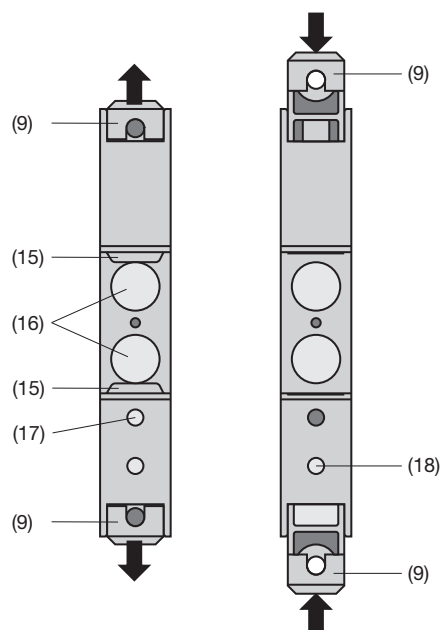

Bild 8. Geräteboden.
Sodann die Befestigungslaschen (9) des Trennschaltverstärkers herausziehen (Bild 8, links). Dabei die Entriegelung (17) in den Geräteboden drücken.
Sollen die Befestigungslaschen wieder zurückgeschoben werden, dann muss man die Entriegelung (18) und die Befestigungslaschen (9) gleichzeitig in den Geräteboden drücken (siehe Bild 8, rechts).